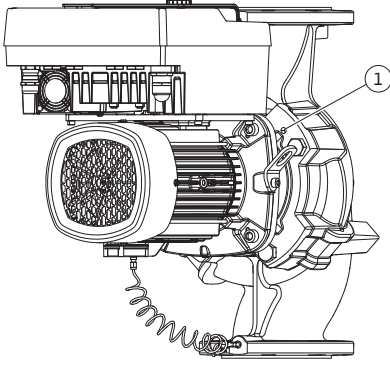

Fig. 10: Takma kitinin dişli delikleri üzerinden dışarı bastırılması
5. Takma kitini (bkz. Fig. 4) pompa gövdesinden dışarı bastırın. Pompa tipine göre (bk. Fig. I ... Fig. IV) iki farklı kullanım vardır. Pompa tipi (Fig. III ve Fig. IV) için cıvataları (poz. 29) çözün. Bitişik iki dişli deliği (Fig. 10, poz. 1) kullanın ve müşteri tarafından sağlanan uygun cıvataları kullanın (ör. M10 x 25 mm). Pompa tipi (Fig. I ve Fig. II) için iki dişli deliği M10 (Fig. 104) kullanın. Bunun için uygun ve müşteri tarafından sağlanan cıvataları kullanın (ör. M10 x 20 mm). Bastırmak için kızaklar da (Fig. 104, poz. 2) kullanılabilir.